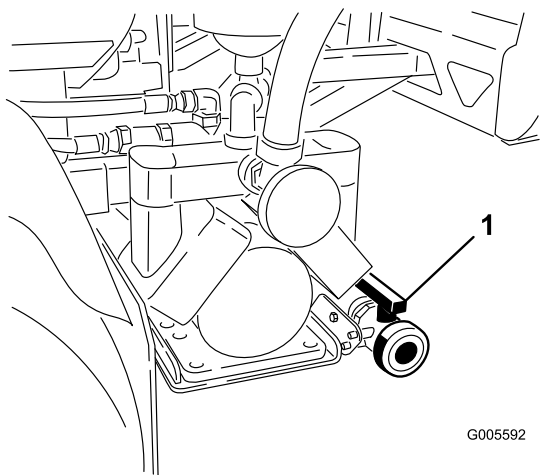

Figura 20
2. Localice la válvula de vaciado del depósito situada en la parte trasera de la máquina (Figura 20). La bomba está situada en la parte trasera de la bomba, unida al soporte.